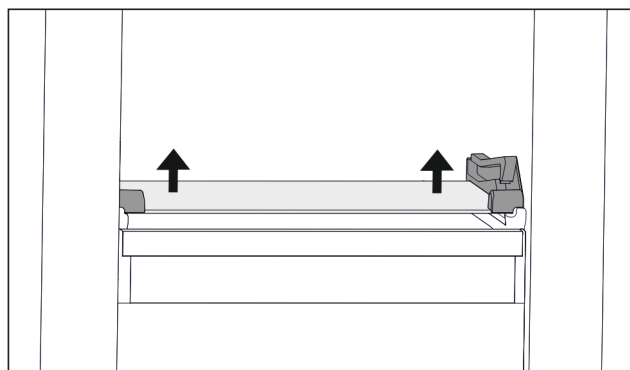

Fig. 92 Skleněná deska odklápěcí zásuvky
- ▶ Vytlačte skleněnou desku zdola na obou stranách nahoru. (viz Fig. 92)